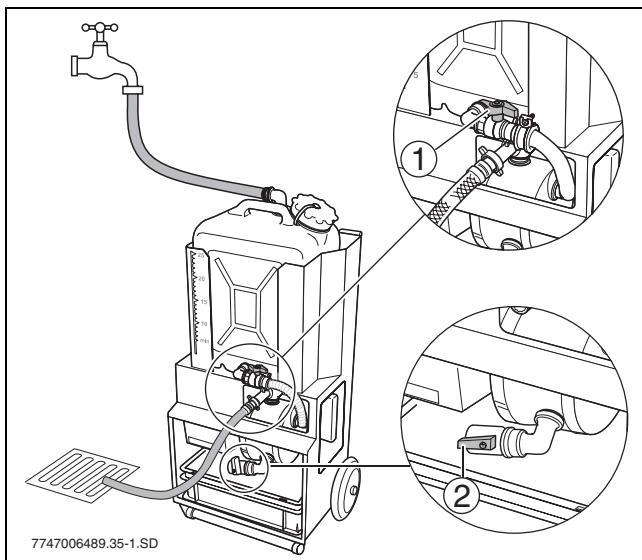

Рис. 22 Промывка насоса и бака
- ▶ Откройте шаровый кран на всасывающем шланге (→ рис. 22, (1)) и дождитесь пока заполнится насос.
- ▶ Отсоедините сетевой штекер и слейте содержимое насоса через кран для наполнения и слива (2).